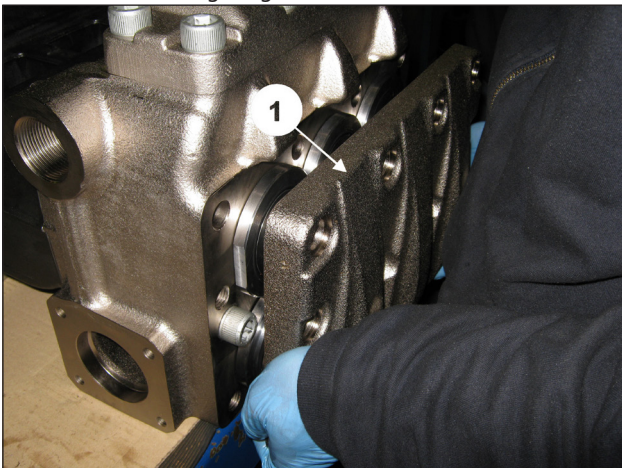
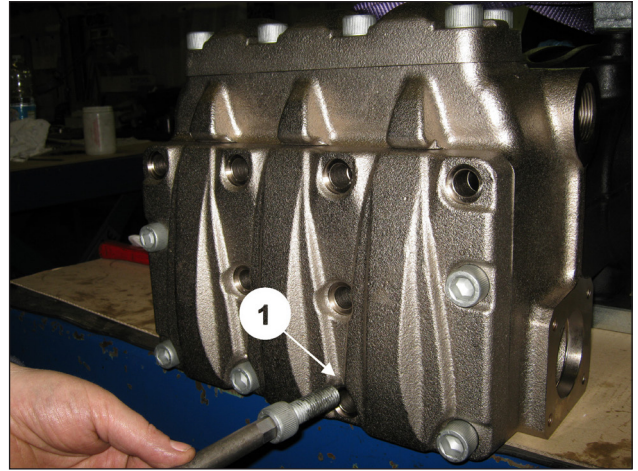

Abb. 140
Abb. 141
Bringen Sie nach Montage der Saugventilgruppen und der Dichtungsbuchsen den Saugventildeckel an (Pos. ①, Abb. 140) und drehen Sie die 6 Schrauben M16x45 fest (Pos. ①, Abb. 141), wie in Kapitel 3 EICHWERTE FÜR DEN SCHRAUBENANZUG gezeigt.